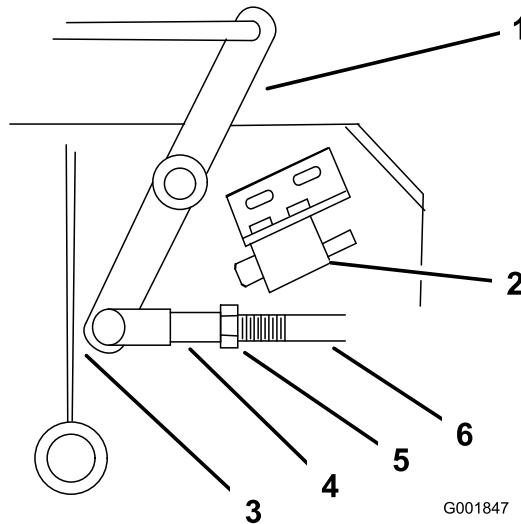

Figure 46
- Ajustez la longueur de la timonerie de sorte que l'extrémité la plus basse du levier coudé passe juste le renfort de support de l'essieu (Figure 46).
9. Desserrez l'écrou contre la chape (Figure 46).